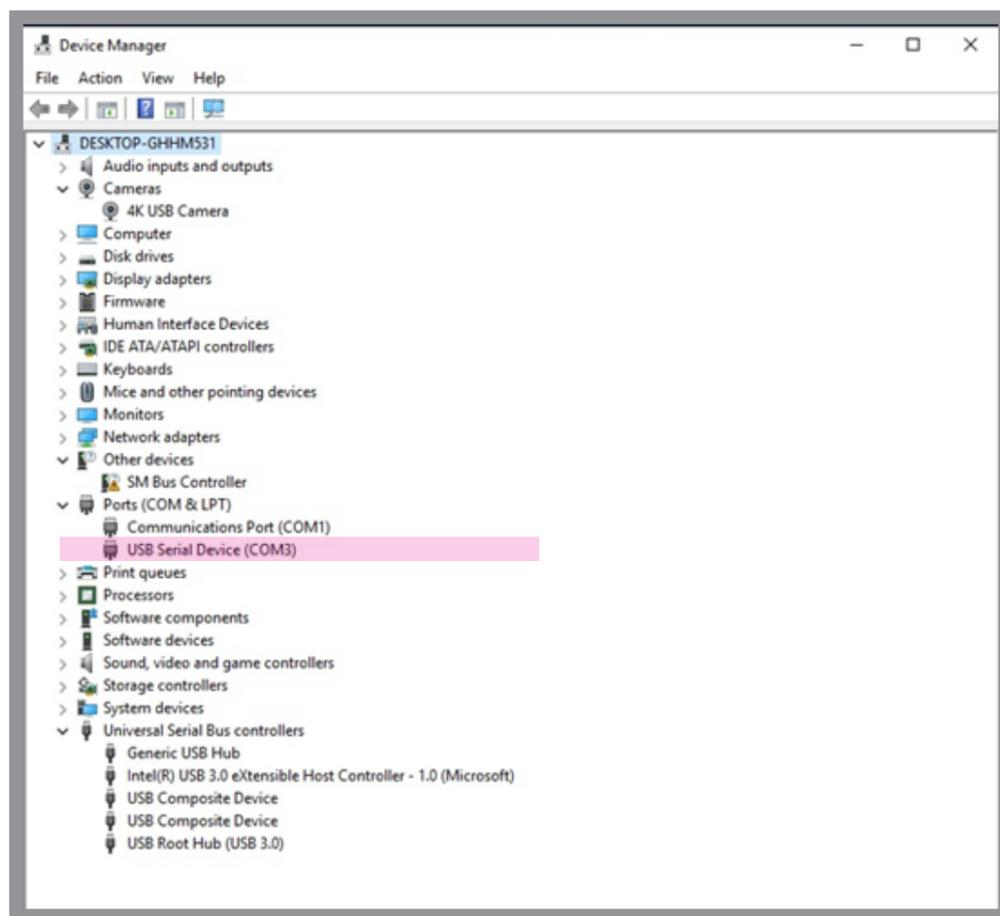

Рисунок 8. Диспетчер устройств Windows 10
1. Подключите USB-кабель сканера к компьютеру. Перейдите в **Диспетчер устройств** (рис. 8 и 9). Во вкладке **Камеры** (Windows 10) или **Устройства обработки изображений** (Windows 8.1) должно появиться новое устройство **4K USB camera**, а во вкладке **Порты (COM&LPT)** устройство отображается как **USB Serial device (COM)** или **STMicroelectronics Virtual COM Port (COM)**.